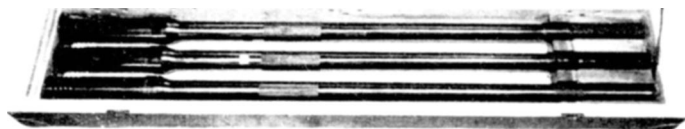

Abb. 119: Laufkasten 151, Inhalt drei 15-mm-Läufe
d) Laufkasten 151 (Abb. 119 u. 120)
Drei 15-mm-Läufe (Abb. 119).FI 205455